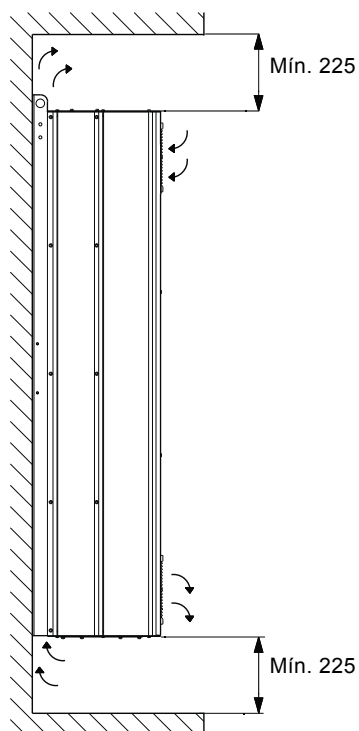

Fig. 3 Dirección del flujo de aire y espacio necesario para refrigeración [mm]
- Espacio libre suficiente por encima y por debajo del CUE para permitir la circulación de aire y la conexión de cables. Véase la fig. 3.